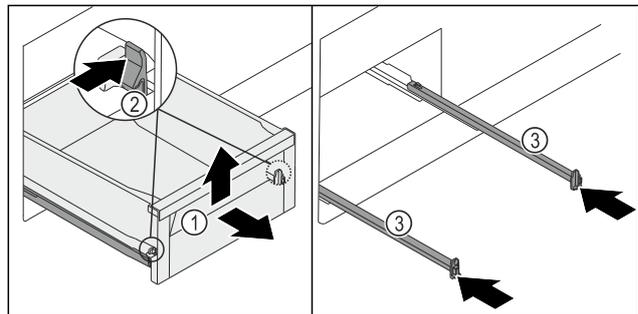

Fig. 127
- Sortir le tiroir Fig. 127 (1) jusqu'en butée.
- Appuyer simultanément sur les languettes Fig. 127 (2) situées à gauche et à droite.
- Le tiroir Fig. 127 (1) se détache des rails.
- Soulever l'avant du tiroir Fig. 127 (1).
- Retirer le tiroir Fig. 127 (1) par l'avant.
- Pousser les rails Fig. 127 (3).